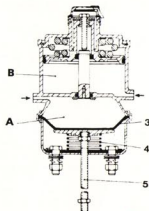

Fig. 11.8. - Freno de servicio
— **Freno de servicio** (fig. 11.8). — Al pisar el pedal del freno, la válvula de accionamiento introduce aire en el cuerpo (A) por el orificio "SERVICE BRAKE", lo que hace que la membrana (3) comprima el muelle (4) y por medio del espárrago (5) se accionen las zapatas, frenando el vehículo. El cuerpo (8) se mantiene con presión.